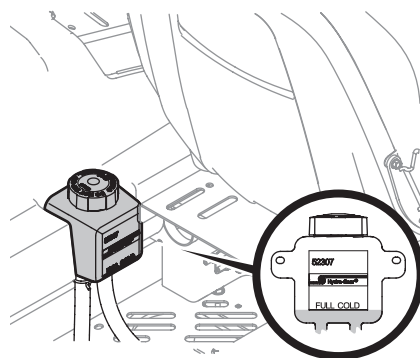

Figure 4-9
- Basculez le siège du conducteur vers l'avant et nettoyez le bouchon du réservoir et la zone autour du bouchon pour que les débris ne contaminent pas l'huile. Voir Figure 4-9.
- Tournez le bouchon vers la gauche pour le retirer, puis vérifiez le niveau d'huile. Il doit y avoir de l'huile au fond de la cuvette, cependant le niveau d'huile NE doit PAS dépasser la marque PLEIN FROID (FULL COLD). Voir Figure 4-9. NE REMPLISSEZ PAS CE RÉSERVOIR.